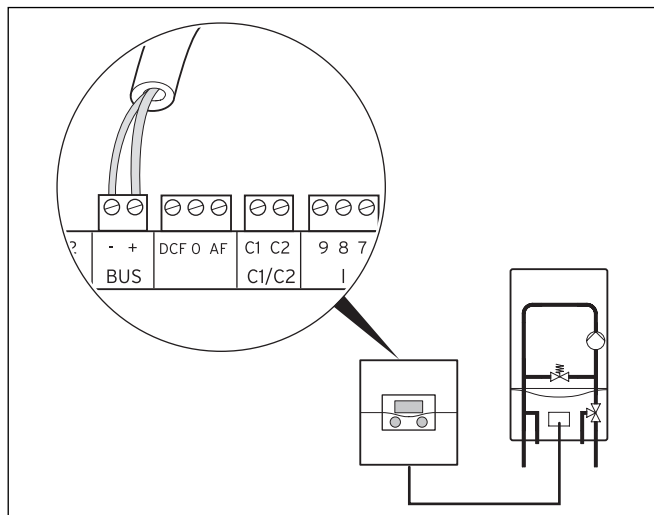

Рис. 5.2 Подключение отопительного аппарата
- Выполните соединительную проводку отопительного аппарата согласно рис. 5.2.